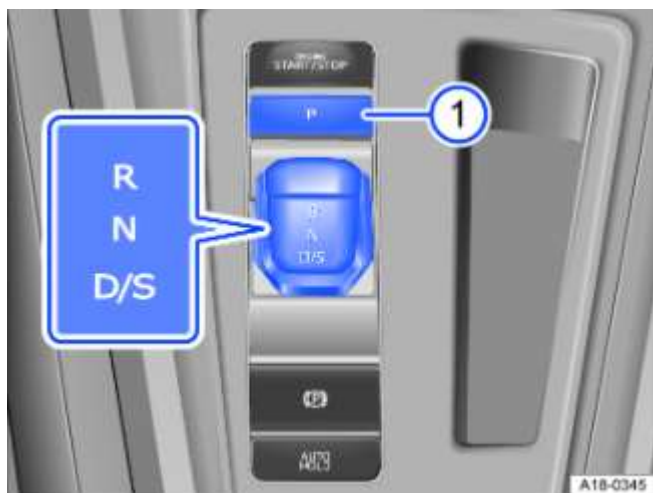

Fig. 104 Levier sélecteur de boîte automatique avec touche pour le frein de parking
Pour engager le frein de parking, appuyez sur la touche **P** → Fig. 104 ①.